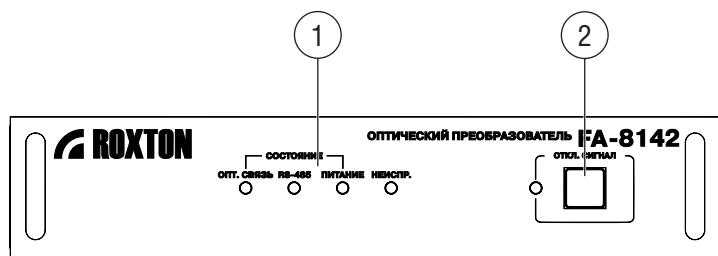
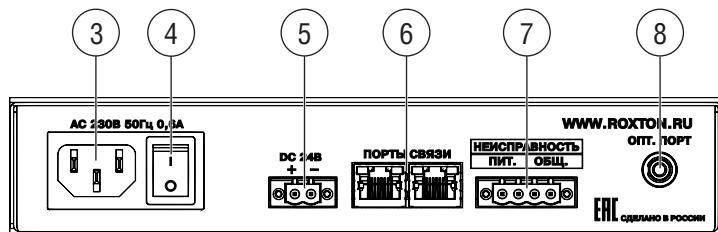

Рисунок 1 — Передняя панель преобразователя
Рисунок 2 — Задняя панель преобразователя
1.4.13.3 «Рабочий режим» является основным режимом работы устройства. После начальной инициализации блок готов к работе. Сигнал, поступающий на прибор через ПОРТЫ СВЯЗИ (рис. 2, поз. 6), проходит процесс преобразования. Аналоговые аудио сигналы оцифровываются и вместе с управляющими командами передаются на оптический порт. Одновременно с передачей осуществляется процесс приема сигнала от удаленного преобразователя. Принятый сигнал проходит процесс обратного преобразования в три аналоговых аудио сигнала и один цифровой (RS-485).
1	Индикаторы работы и неисправности отображают следующую информацию: - индикатор опт. связь отображает наличие или отсутствие оптической связи с удаленным блоком. - индикатор RS-485 отображает наличие или отсутствие обмена данными с оборудованием, подключенным к портам связи (рис. 2. поз. 6) - индикатор ПИТАНИЕ отображает состояние основного и резервного источника питания. - индикатор НЕИСПРАВНОСТЬ при возникновении любой неисправности начинает мигать желтым цветом.
1.4.13.4 «Режим тестирования» является сервисным. Для перехода в режим тестирования световой и звуковой индикации необходимо нажать и удерживать в течение 3 секунд кнопку ОТКЛ. СИГНАЛ (рис. 1, поз. 2), прибор начнет поочередно мигать светодиодами и издавать звуковой сигнал со встроенного зуммера до тех пор, пока не проверит состояние всех световых индикаторов. Во время тестирования индикации работа оптического моста не нарушается.
1.4.14 В устройстве преобразователя реализована функция контроля неисправностей с индикацией (рис. 1, поз. 1) и выдачей сигналов на оборудование подключенное к клеммам (рис. 2, поз. 7). Блок может выдавать следующие сигналы:
2.3.2 Подключение внешних блоков устройства контроля осуществляется к клеммам НЕИСПРАВНОСТЬ (рис. 2, поз. 7), принимающие сигналы типа “сухой контакт”.
2.3.7 Подключите изделие к сети основного питания АС 230 В/50 Гц (рис. 2, поз. 4) шнуром питания, входящим в комплект поставки. Затем включите блок выключателем (рис. 2, поз. 3).
2.3.8 В случае необходимости изделие может быть подключено к резервному источнику питания, подключение осуществляется к клеммам 24 В (рис. 2, поз. 5). В качестве резервного источника питания могут использоваться аккумуляторные батареи или отдельный блок питания на DC 24 В.